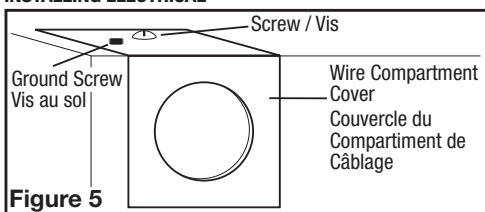

Figure 5
1. Remove the wire compartment cover screw and place cover in a secure place (Figure 5).
1. Enlever la vis du couvercle du compartiment à câblage et mettre ce couvercle dans un endroit fiable (Figure 5).